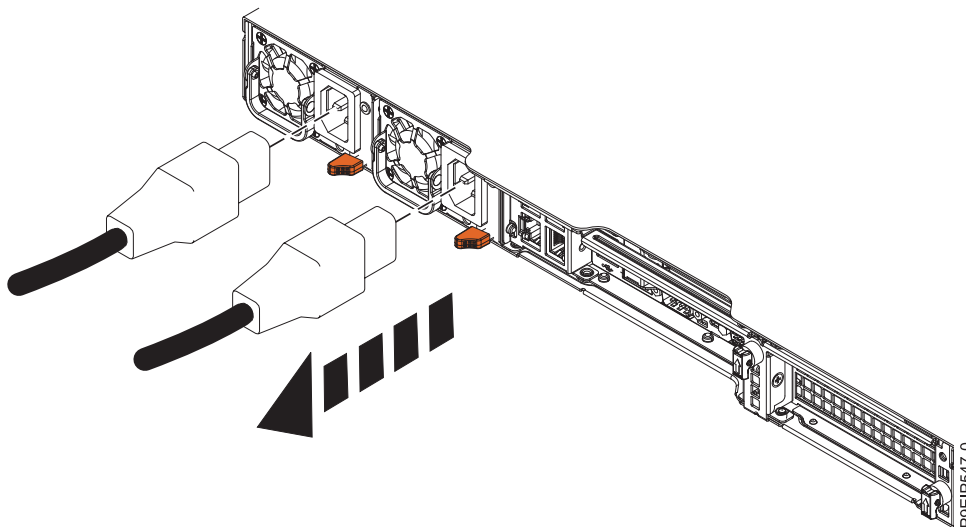

Figure 81. Retrait des cordons d'alimentation du système
2. Étiquetez et déconnectez les cordons d'alimentation du système comme indiqué dans la figure 81.